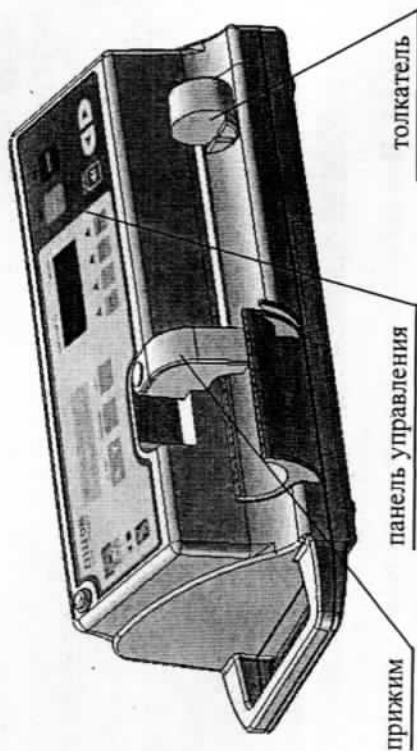

Рисунок 1
1.3.1. Насос состоит из следующих основных функциональных компонентов (рисунок 1): прижима, служащего для фиксации шприца и для опре-